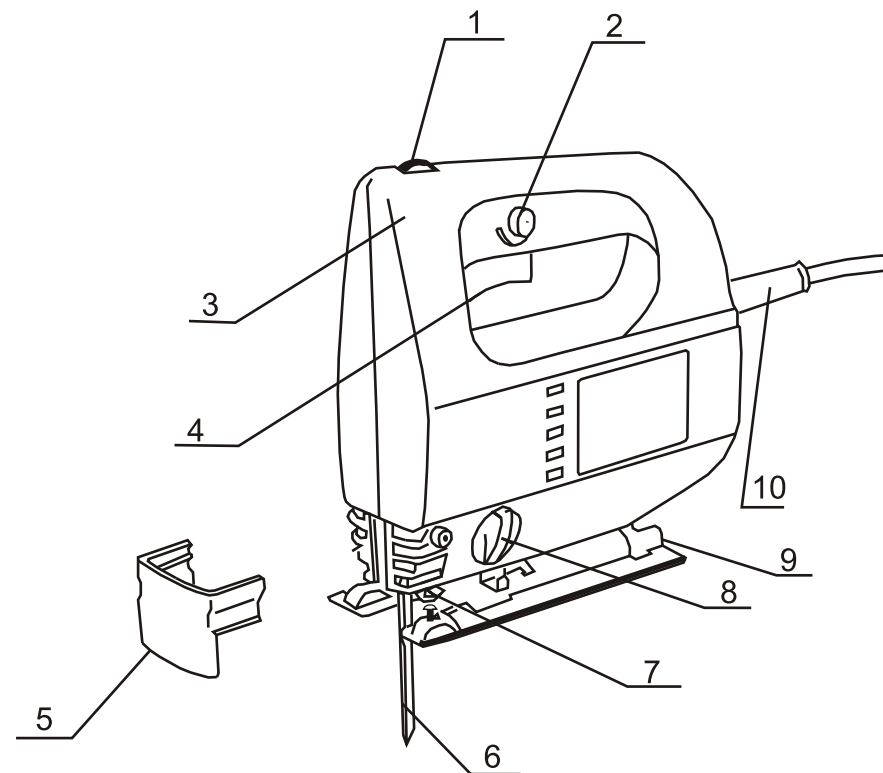

Рис. 1
4.1 Общий вид лобзика представлен на Рис. 1